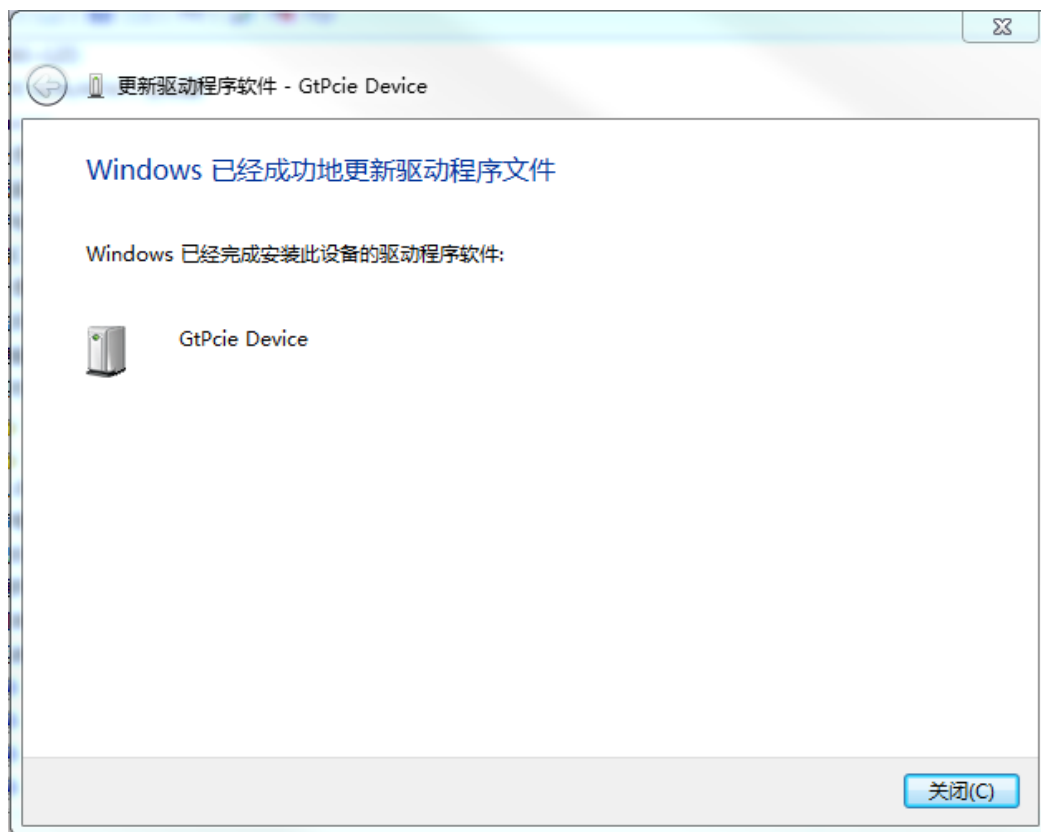

图 2-6 控制器驱动程序安装界面 6
(6) 如图 2-6 所示，点击关闭。
| 图 2-6 控制器驱动程序安装界面 6 | 13 |